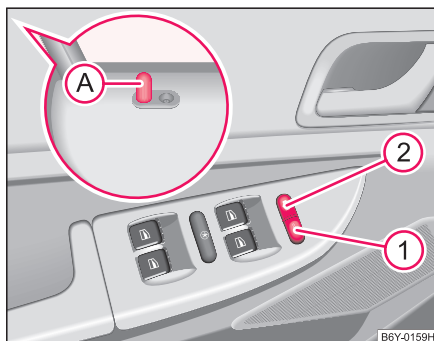

Fig. 23 Teclas para cierre centralizado
Al desbloquear o bloquear, el pulsador de cierre de seguridad (A) en la puerta se mueve hacia arriba o hacia abajo ⇒ página 45, fig. 23.
- con los pulsadores de cierre de seguridad en las puertas delanteras \(A\) ⇒ página 45, fig. 23 (sólo bloquear)
- Si el seguro Safe está puesto fuera de servicio, no parpadeará el testigo de control situado junto al pulsador de cierre de seguridad  en la puerta del conductor ⇒ página 45, fig. 23. Sin embargo, esto no es válido en vehículos equipados con sistema de alarma antirrobo*, pues el testigo de control indicará que el sistema está activo.
- Pulsar la tecla ① ⇒ fig. 23 u oprimir el pulsador de cierre de seguridad A hacia abajo.
- Pulsar la tecla ② ⇒ fig. 23.
- En la figura ⇒ fig. 23 está representado el manejo de vehículos equipados con manejo de confort de ventanillas* ⇒ página 49. ■